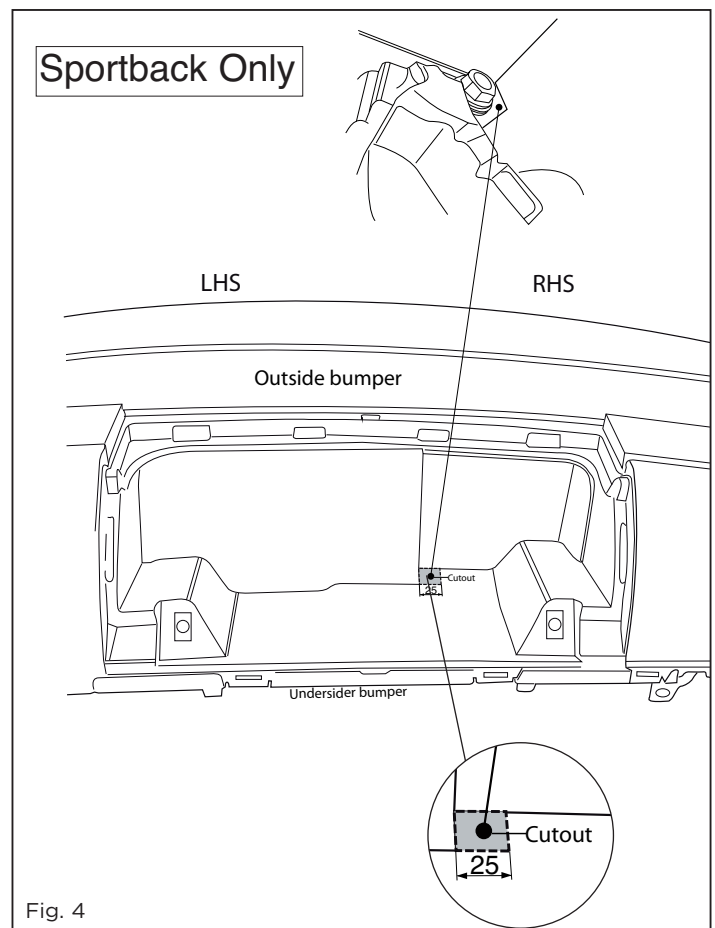

Fig. 4
3. **For Sportback versions:** Saw out the indicated section in accordance with figure 4.
3. **Für Sportback-Fahrzeuge gilt:** Siehe Abbildung 4 das angegebene Teil herauserschneiden.
3. **Pour les modèles de Sportback:** .Scier la partie indiquée conformément à la figure 4.